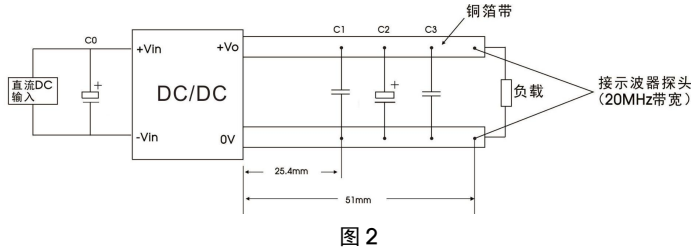

图 2
②0% -10%的负载纹波&噪声小于等于 300mV, 纹波和噪声的测试方法详见图 2 平行板测试法。纹波&噪声测试外围参数详见图 3。
所有该系列的 DC/DC 转换器在出厂前，都是按照下图 2 推荐的测试电路进行测试，探头至铜箔的接线尽量缩短。
C4	参照图 2 中 C3 参数